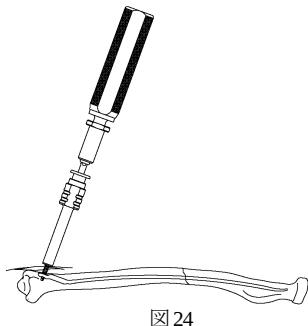

図 24
- 10) 3.5 ロッキングキャンセラスクリューホルダーをヘクスローブ 10 パワービンドライバーに取り付け、ドライバー後端にトルクリミッター付きハンドル 1.0 を接続します。橈骨ロッキングロッドのスクリュー固定部がドリリング穴に対してずれが生じないように保持しながら、ドライバー軸芯を傾けないよう、選択した長さのロッキングスクリューをスクリューホルダー先端がスクリュー固定部に当接する前まで挿入します。(図 24)